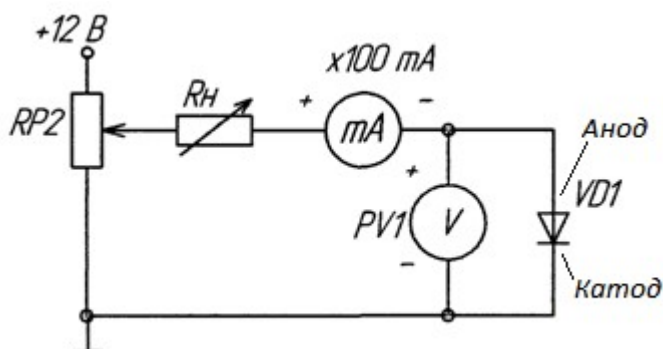

Рис. 1. Схема измерения прямой ветви ВАХ диодов.
3.1. Собрать схему для исследования прямой ветви вольтамперной характеристики (ВАХ) выпрямительного диода $VD1$ в соответствии со схемой рис. 1. Для измерения анодного тока включить миллиамперметр постоянного тока с пределом 100 мА. Последовательно с диодом включить токоограничивающий резистор R_H , установив ручку регулировки в положение минимального сопротивления.
Собрать схему для исследования прямой ветви ВАХ светодиода ($VD3$) на постоянном токе подобно рис. 1, подключив в качестве токоограничивающего резистора R_6 . Измерить ВАХ светодиода и построить ее на том же рисунке, что и в п. 3. Определить ток, при котором становится заметным свечение.